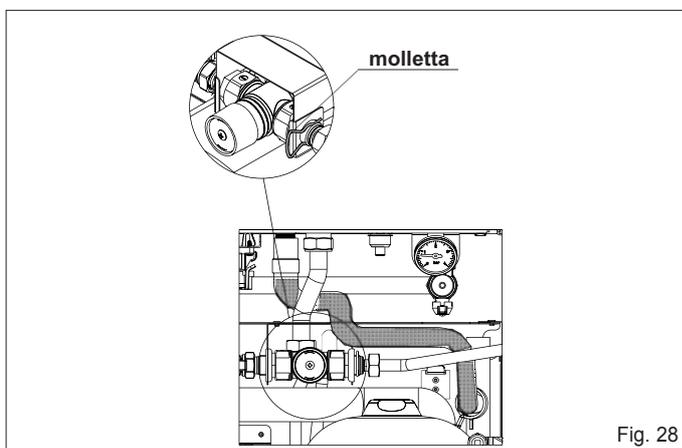

Fig. 28
Rimuovere la molletta indicata in fig 28, quindi fissare la rampa dal raccordo uscita acqua sanitaria del bollitore alla valvola miscelatrice
- Collegare la valvola di sicurezza 3 bar della caldaia al tubo corrugato proveniente dal modulo e bloccare con le fascette stringi tubo (fig. 28)